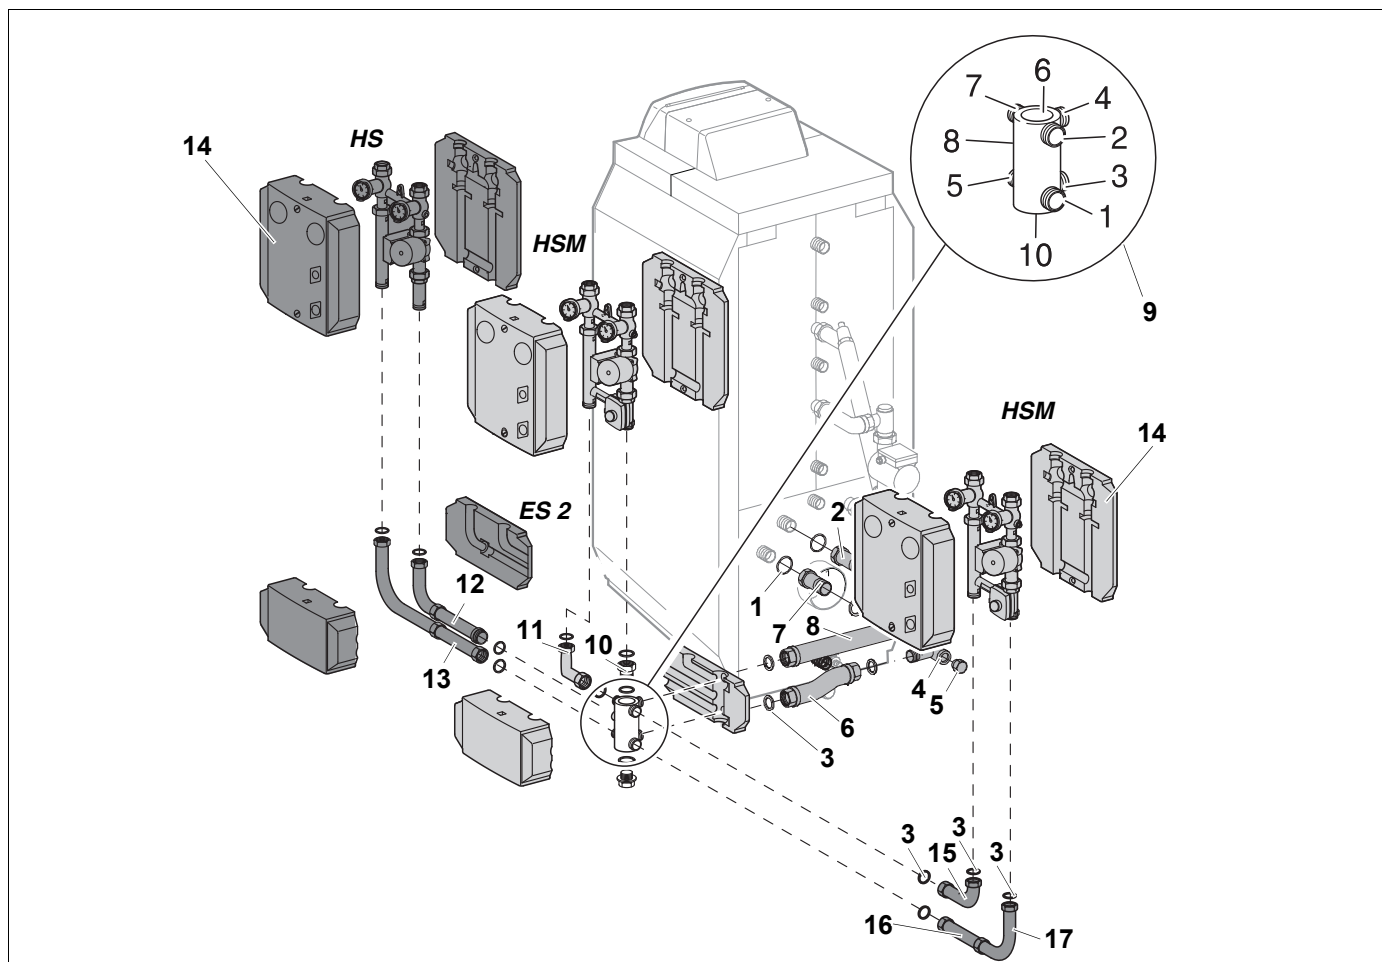

Рис.10 Монтаж КАС 2-S параллельно справа (S = сбоку)
- Приверните комплект подключения отопительного контура со смесителем (HSM) или без него (HS) в соответствии с рис. 10.